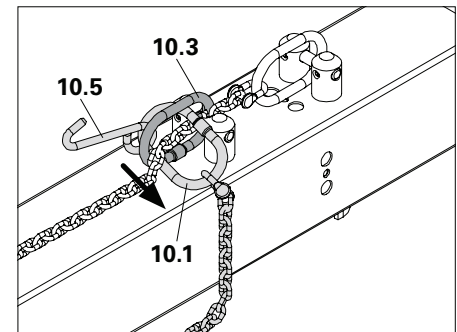

Fig. A3.02b
4. Far passare l'anello 1 (10.1) con il gancio (10.5) attraverso l'anello 3 (10.3). (Fig. A3.02b)